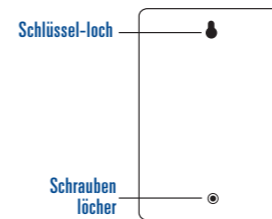

Abbildung A3: Rückseite der Bewässerungsuhr
- Aufhängeloch auf der Rückseite der Bewässerungsuhr über die vorstehende Schraube schieben. [Siehe Abbildung A3]